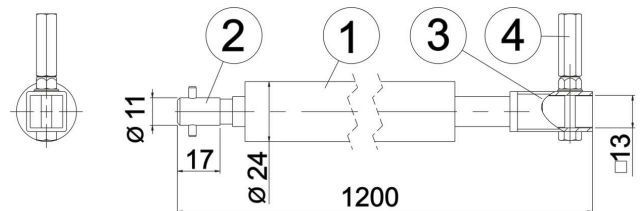

Abb. 3: Bauteile der biegsamen Welle
- 4 Biegsame Welle auf Klappenachse aufstecken, mit Schraube sichern und Langmutter (Pos 4 – "Abbildung 3: Bauteile der biegsamen Welle", Seite 5) als Stellungsanzeige montieren.